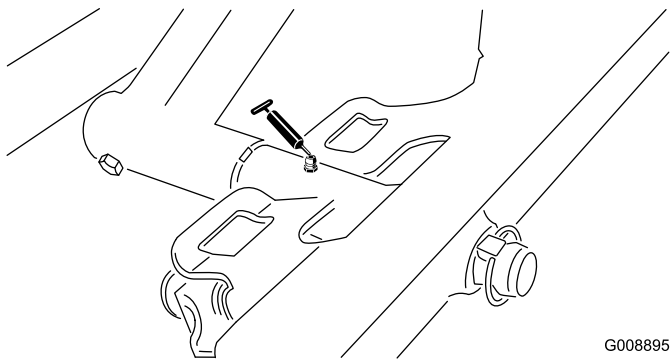

Figura 57
- Pivote de la unidad de corte delantera (Figura 57)